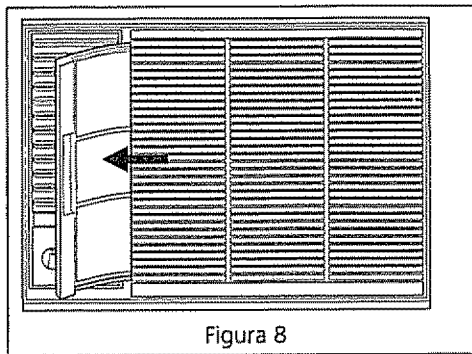

Figura 8
- Los modelos con rejillas de seis direcciones tienen un filtro deslizante. Tome la manija del filtro y tírelo del panel frontal (figura 8)